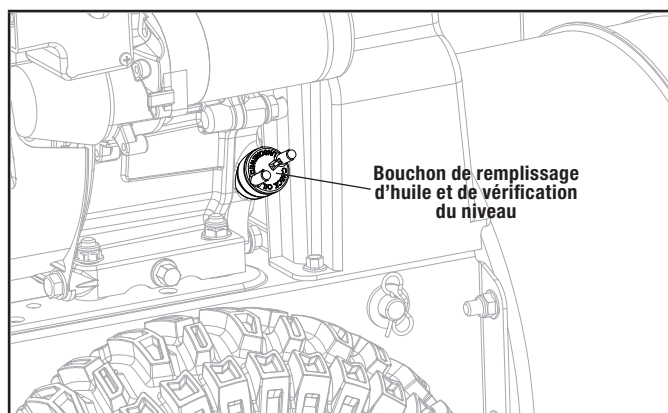

Figure 19A
2. Retirez la jauge de niveau d'huile et essuyez-la. (figure 19A)